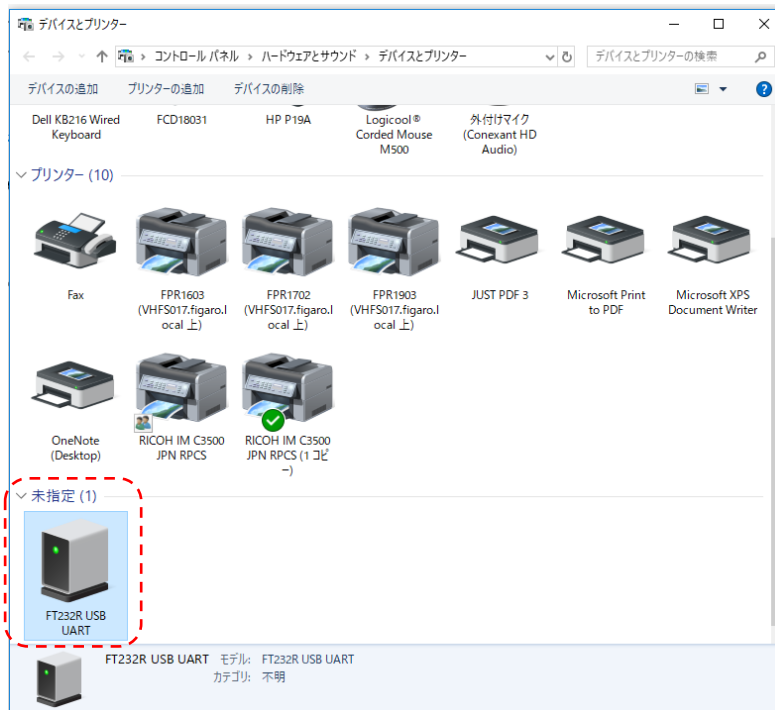

图 5 USB 驱动图标（设备和打印机窗口画面）
- ② 显示使用许可条款后，请确认内容并选择“同意”，点击“下一步”，开始安装。
- ③ USB 驱动安装完成后，点击“完成”键，安装窗口关闭。
- ④ 使用附送的 USB 连线，将本评估模块的 USB 端口与电脑的 USB 端口进行连接。
- ⑤ 将 EM7162 上的电源开关 SW1 置于 ON 的位置，通过电脑屏幕确认 USB 驱动得到识别。
- ⑥ 从“开始”窗口打开“设定”，选择“设备”，从关联设定选择“设备和打印机”。
- ⑦ 右击 USB 驱动“FT232R USB UART”图标，然后选择“属性”（图 5）。